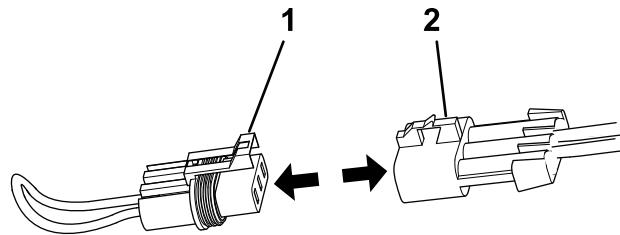

Figura 14
9. Retire el enchufe del puente en el arnés de cables (Figura 14).